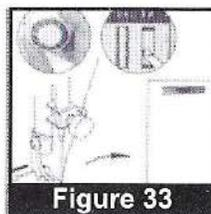

Figure 33
2. ENCIENDA el interruptor. Cosa aproximadamente 3-4 puntadas en interruptor bajo de velocidad y vuelta LEJOS. (Figure 33)